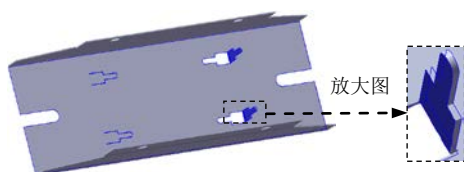
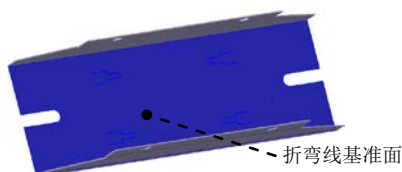

图 11.2.37 绘制的折弯 5
图 11.2.38 折弯线基准面
- (4) 单击 按钮，完成镜像 3 的创作。
Step15. 创建图 11.2.37 所示的钣金特征——绘制的折弯 5。
- (1) 选择命令。选择下拉菜单 **插入(I)** → **钣金(B)** → **绘制的折弯(S)...** 命令 (或单击“钣金”工具栏上的“绘制的折弯”按钮)。
- (2) 定义特征的折弯线。
- ① 定义折弯线基准面。选取图 11.2.38 所示的模型表面作为折弯线基准面。